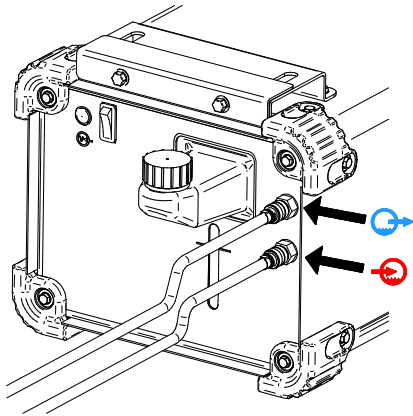

Abb. 6.
- Schließen Sie die Wasserkühlschläuche an Vor- [5] und Rücklauf an [4] (Abb. 6).
- Schließen Sie die Wasserkühlschläuche an – Abb. 6.